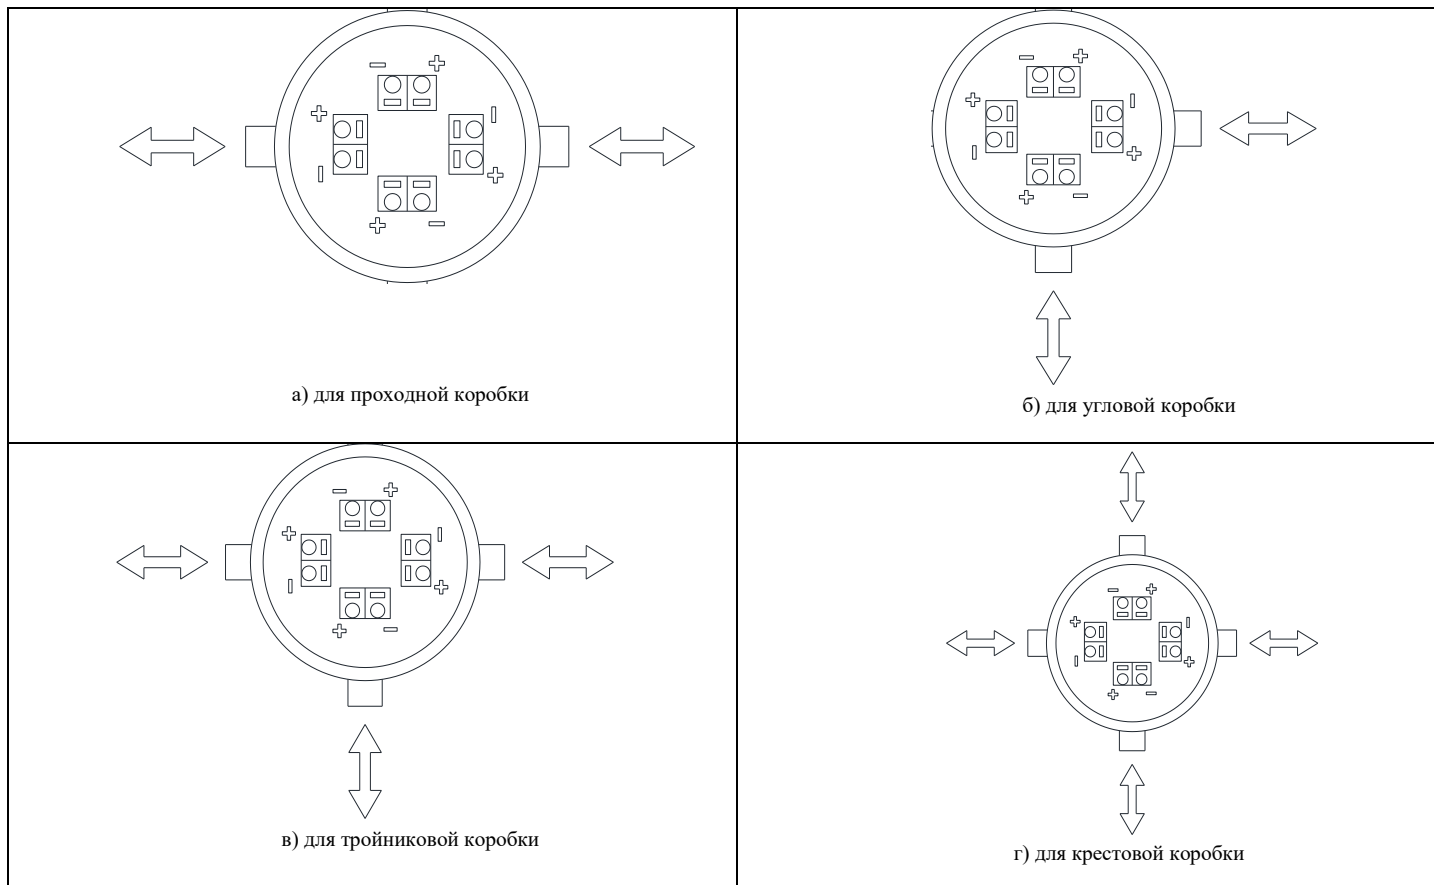

Рис. 2 – Схемы подключения
- Схемы подключения представлены в рис.2 ПРИЛОЖЕНИЕ 1.